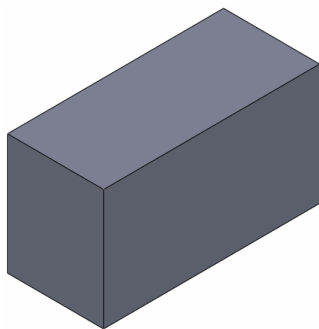

图 16-18 创建拉伸凸台特征
(3) 退出草图绘制环境，单击【拉伸凸台/基体】按钮, 选择新绘制的草图，弹出【凸台-拉伸】属性管理器，设置【深度】为 9，单击【确定】按钮, 即可创建拉伸凸台特征，效果如图 16-18 所示。